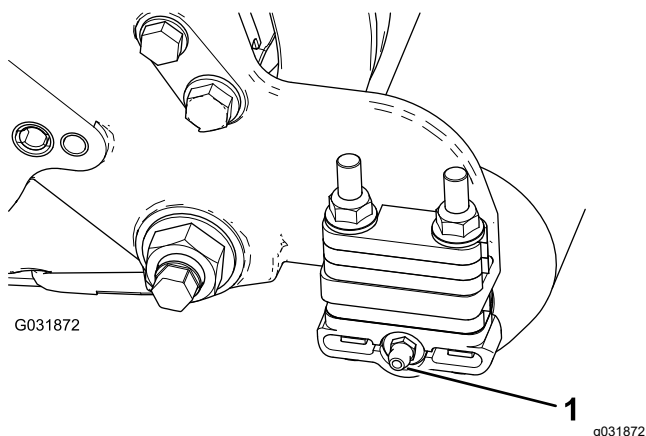

図 7
1. ローラブラシハウジングのついているカッティングユニットの側面からグリスフィッティングを外す 図 7。